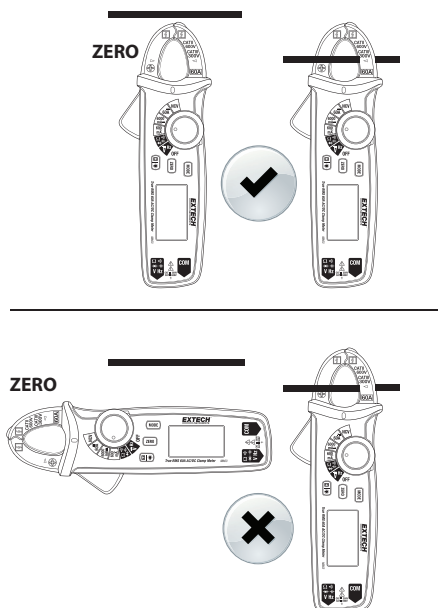

Figura 4. Técnicas Correcta e Incorrecta para CERO
3. Presione de nuevo el botón CERO varias veces para inicializar la pantalla del medidor sin un conductor en la quijada de la pinza. Ajuste el medidor a Cero con la pinza sostenida en la misma orientación de la medida real (ver Figura 4).